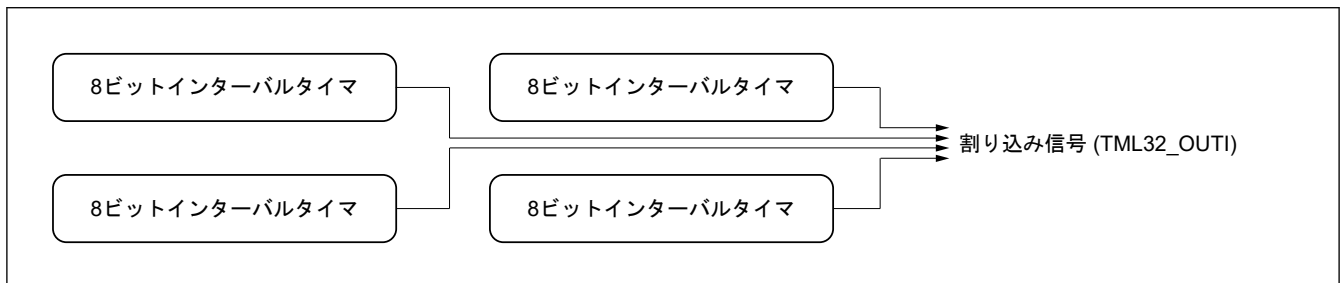

図 19.1 8 ビットインターバルタイマ×4 の機能イメージ
- 8 ビットカウンタモード：一定の間隔で割り込み (TML32_OUTI) を発生する 8 ビットインターバルタイマ 4 つとして 8 ビットタイマを使用できます。8 ビットインターバルタイマ×4 構成の機能イメージを図 19.1 に示します。